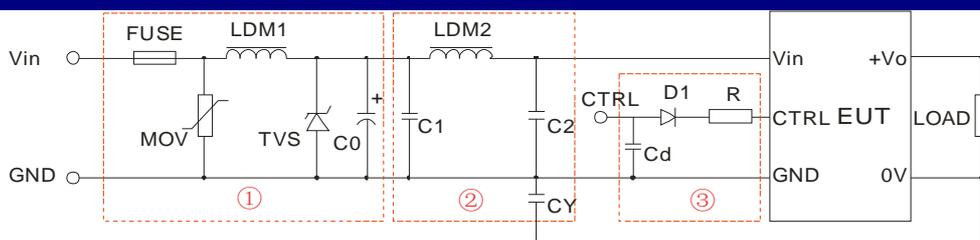

图 1
辐射骚扰	CISPR22/EN55022 CLASS B (外围电路如图 1-②)
脉冲群抗扰度	IEC/EN61000-4-4 ±2KV perf. Criteria B (外围电路如图 1-①)
浪涌抗扰度	IEC/EN61000-4-5 ±2KV perf. Criteria B (外围电路如图 1-①)
- 注: 1.图 1 中第①部分用于 EMS 测试; 第②部分用于 EMI 滤波, 可依据需求选择。
2.如产品 CTRL 脚需过±4KV 以上的静电测试, 必须在 CTRL 脚加静电防护, 外围电路如图 1-③。